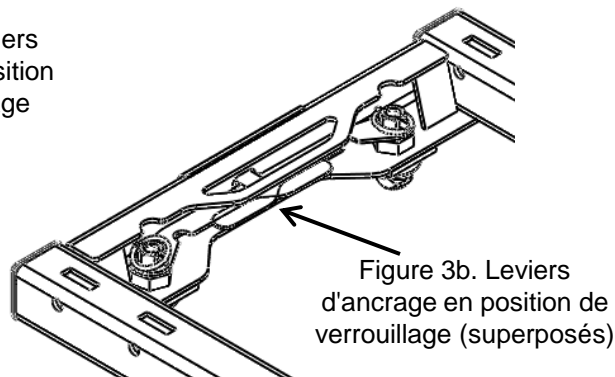
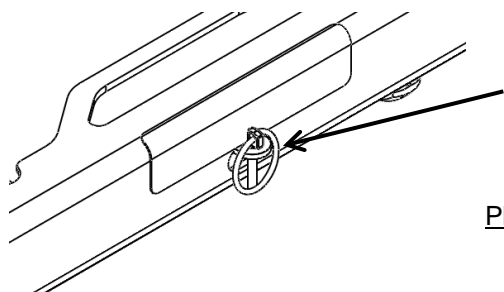

Figure 3b. Leviers d'ancrage en position de verrouillage (superposés)
Figure 3c. Les languettes de verrouillage des leviers se superposent et dépassent de la pièce transversale, avec goupilles à anneau en position de verrouillage.
3. Tourner les quatre (4) leviers en position de verrouillage, languettes de verrouillage traversant la pièce transversale (Fig. 3c) et se superposant de chaque côté (Figure 3b).
5. Placer les goupilles à anneau / verrous dans les trous superposés des leviers de chaque côté afin d'ancrer l'adaptateur dans les réceptacles (Figure 3c).
1. Retirer les goupilles à anneau / verrous des trous superposés des leviers de chaque côté de l'adaptateur (Figure 3c). Conserver les goupilles à anneau.